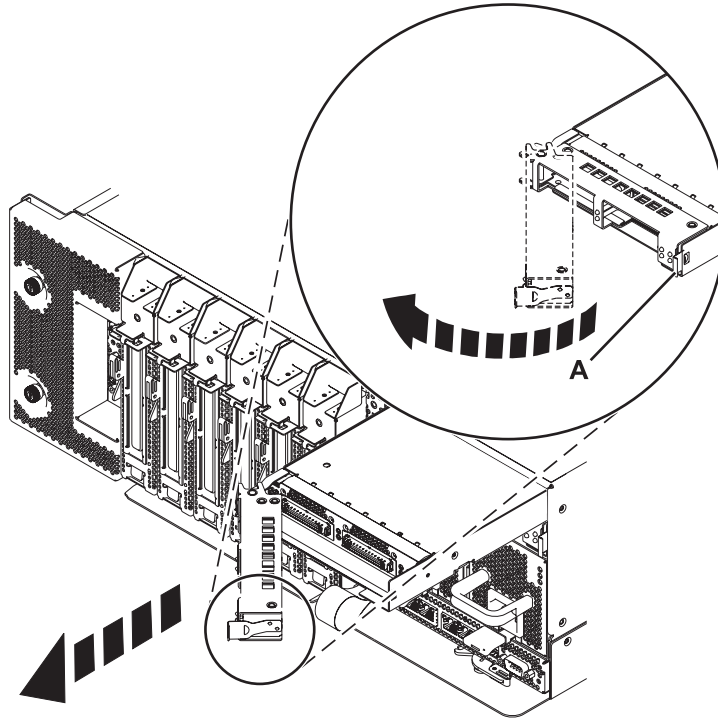

図3. システムからの GX アダプターの取り外し
7. ロッキング・タブ (A) を左に押して、10 ページの図 3 に示す方向に GX カード・カバーを回転させます。